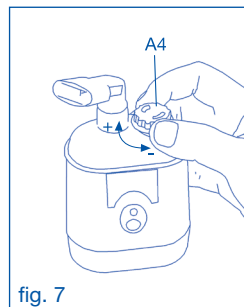

fig. 7
7. Réglez le débit au moyen de la poignée spéciale (A4); tournez dans le sens des aiguilles d'une montre (position +) pour soigner les voies respiratoires ascendantes ou bien dans le sens inverse (position -) pour les voies respiratoires descendantes (fig. 7).